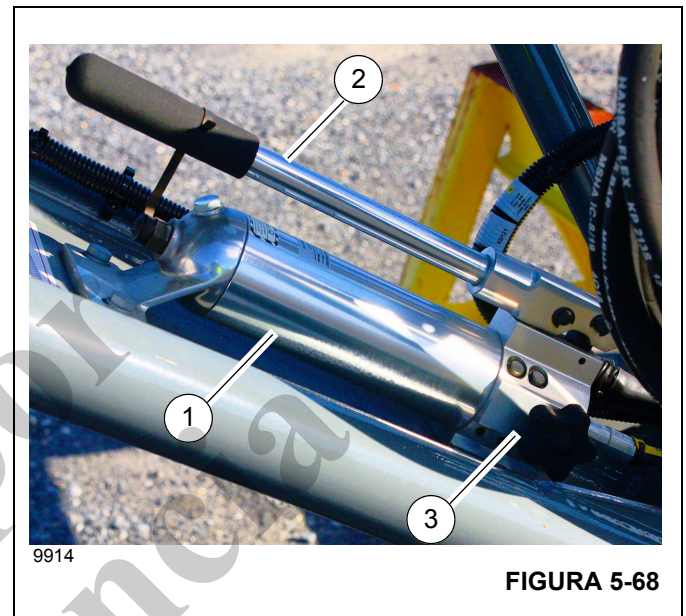

FIGURA 5-68
- 18. Instale cuatro pasadores (5, Figura 5-39) y pinzas de retención (6) para asegurar la extensión de la pluma a la punta de la pluma. Si es necesario, utilice el gato (1, Figura 5-68) para instalar el cuarto pasador: